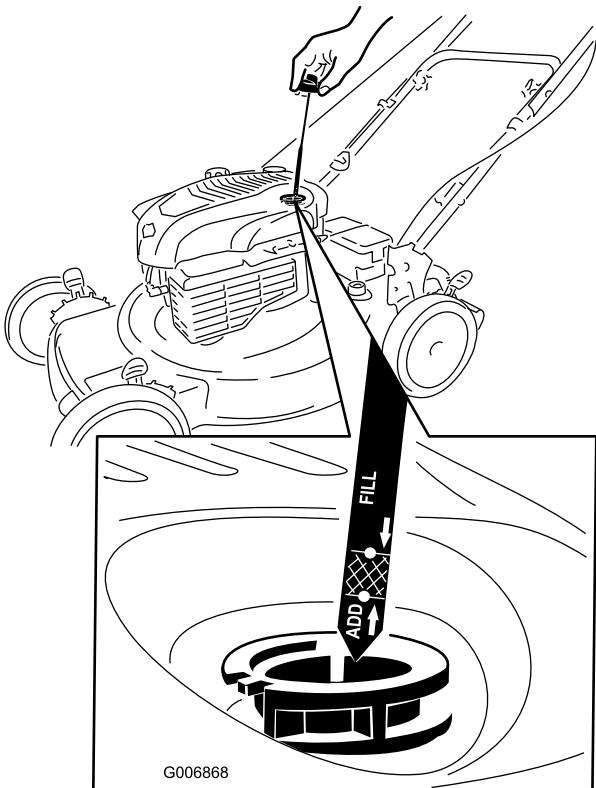

Figure 26
2. Retirez la jauge (Figure 26).
4. Versez de l'huile **lentement** dans le goulot de remplissage pour faire monter le niveau de liquide jusqu'au repère du **plein** (Full) sur la jauge (Figure 26). **Ne remplissez pas excessivement.** (Remplissage max. : 0,59 l (20 onces), type : huile détergente SAE 30W de classe de service API SF, SG, SH, SJ, SL ou supérieure.)